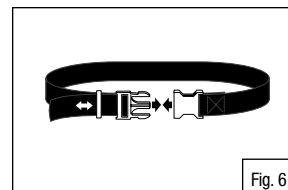

Fig. 6
3. Placer la ceinture autour de la taille et la régler de manière qu'elle soit confortable. (Fig. 6)